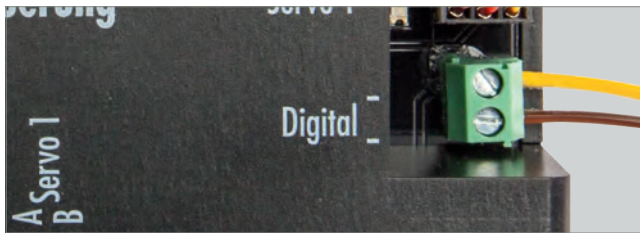

Abb. 4: Digitalzentrale anschließen
- ▶ Wenn Sie Servos über eine Digitalzentrale **einstellen** möchten, schließen Sie die Servosteuerung mit dem Anschluss »Digital« an einen Programmiergleis-Anschluss einer Digitalzentrale an, siehe Abb. 4.
- ▶ Wenn Sie Servos über eine Digitalzentrale **bedienen** möchten, schließen Sie die Servosteuerung mit dem Anschluss »Digital« an einen Gleisausgang einer Digitalzentrale an, siehe Abb. 4.